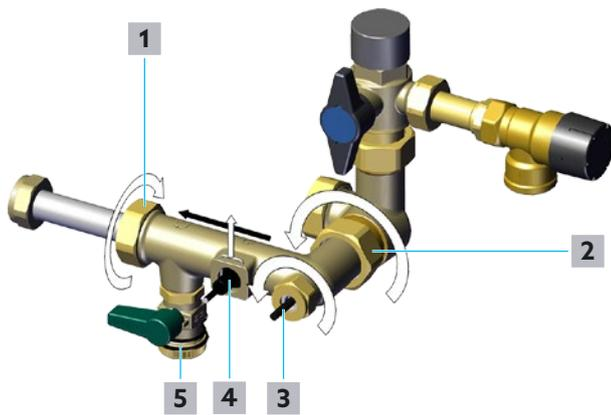

Abb. 35: Messturbine reinigen
- 7** Lösen Sie die Klammer des Volumenstromsensors (Position **4** in Abb. 35 auf Seite 38) und legen Sie diese beiseite.
- 8** Lösen Sie die Überwurfmutter des Temperatursensors Trinkwasser kalt/Zirkulation S3 (Position **3** in Abb. 35 auf Seite 38).
- 9** Ziehen Sie den Volumenstromsensor Trinkwasserkreis (Position **4** in Abb. 35 auf Seite 38) und den Temperatursensor Trinkwasser kalt/Zirkulation S3 (Position **3** in Abb. 35 auf Seite 38) vorsichtig aus der Armatur.
- 11** Lösen Sie die Überwurfmutter Trinkwasser-Vorlauf (Position **2** in Abb. 35 auf Seite 38) mit einem Maulschlüssel SW 38.
- 12** Lösen Sie die Überwurfmutter Wärmeübertragerseite (Position **1** in Abb. 35 auf Seite 38) mit einem Maulschlüssel SW 37.
Leiten Sie das fließende Wasser entgegengesetzt zur Durchflussrichtung durch die Armatur (Aus Richtung der Position **1** in Richtung der Position **2** in Abb. 35 auf Seite 38). Hierzu eignet sich insbesondere ein Wasserschlauch mit entsprechender Spritzdüse.
- 4 Bauen Sie den Volumenstromsensor Trinkwasserkreis (Position **4** in Abb. 35 auf Seite 38) und den Temperatursensor Trinkwasser kalt/Zirkulation S3 (Position **3** in Abb. 35 auf Seite 38) ein.